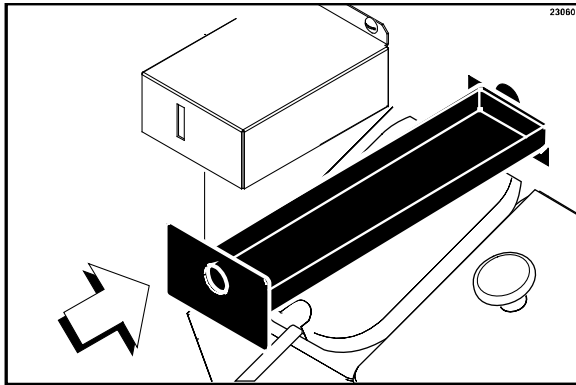

Figure 65
10. Retirer, nettoyer et remettre en place le long bac ramasse-gouttes du panneau avant (Cf. Figure 65).